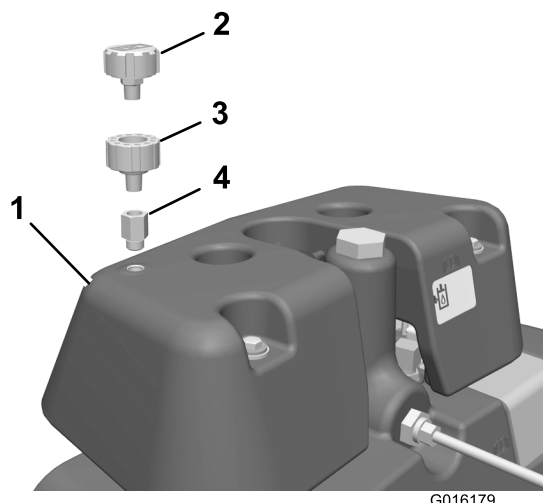

Figura 9
34. Instale a união hidráulica, adaptador de respiro e respiro no depósito do detector de fugas como se mostra em (Figura 9).